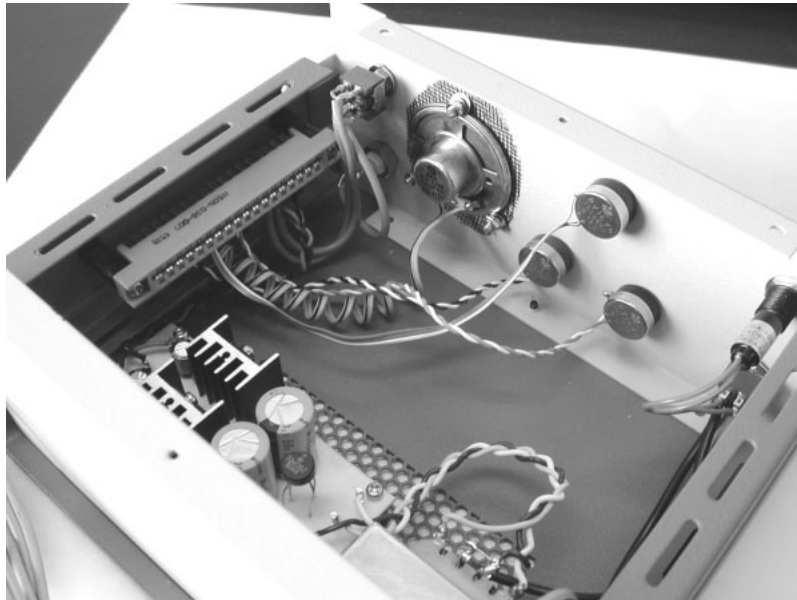

図16
- ④図 16、17の実装図を参考にしてケースの所定位置に部品を取り付け配線を行う。